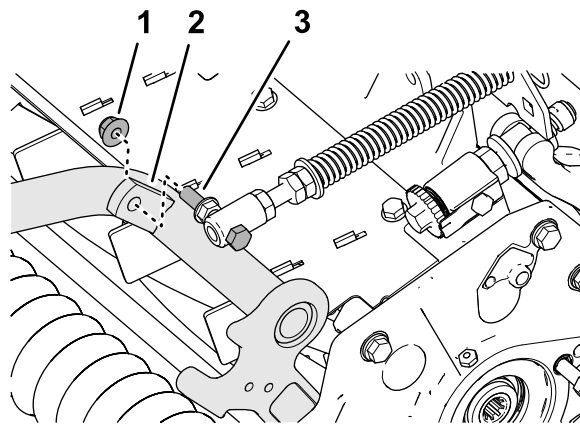

Figure 13
4. Fixez le ressort de compensation sur la patte droite du bâti porteur (Figure 13) avec le contre-écrou à embase ($\frac{3}{8}$ po).